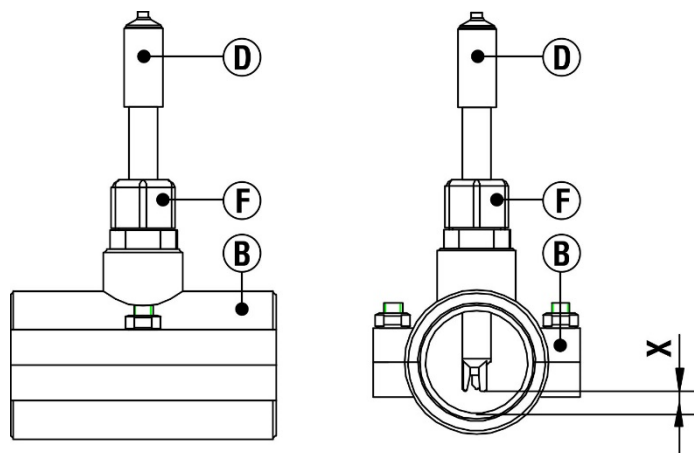

Рис. 6B
3.2. СХЕМА УСТАНОВКИ ДАТЧИКА pH(RX) (Рис. 6B)
Для установки датчика pH или RedOx вы можете использовать зажимное седло с внутренней резьбой DN50 - 1/2" GF (входит в комплект поставки) и держатель датчика (STD) 1/2", IN-LINE, PP (входит в комплект поставки), как показано на Рис. 6B.